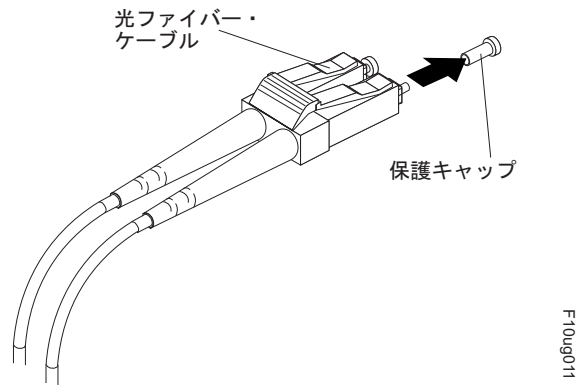

図 24. 光ファイバー・ケーブルからのキャップの取り外し
1. 保護キャップを光ファイバー・ケーブルから取り外します。 65 ページの図 24 を参照してください。